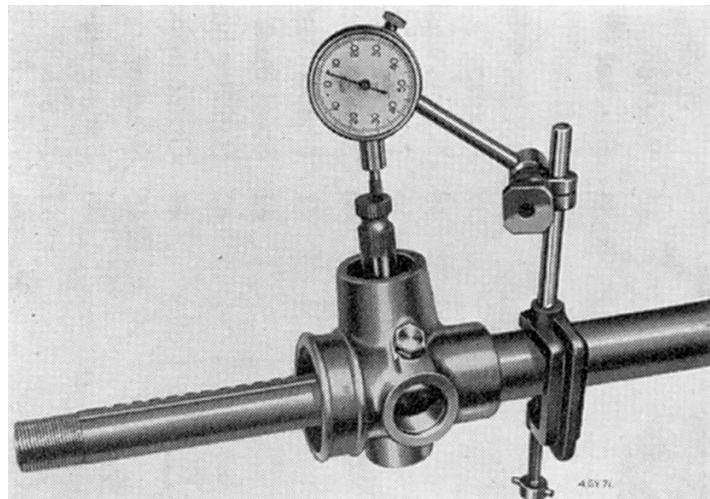

Fig. 17. Mesure du jeu en bout du pignon
1. Assembler la rondelle de butée (14), le coussinet (13), la bague d'arrêt (11) au pignon (15). Introduire l'ensemble dans le boîtier de pignon et fixer le pignon au moyen du circlip (10).
2. Fixer un comparateur sur le tube comme indiqué Fig. 17. Pousser le pignon en butée, et mettre le comparateur à zéro. Lever l'axe jusqu'à ce que la bague d'arrêt touche le circlip et noter l'indication du comparateur qui représente le jeu en bout total de l'axe de pignon. Enlever le circlip (10) et retirer l'ensemble axe de pignon. Enlever la bague d'arrêt (11) et remplacer le joint torique en caoutchouc.
4. Monter le jeu de cales (12) et la bague d'arrêt (11) sur le pignon. Ré-introduire l'ensemble dans le boîtier et terminer en le bloquant au moyen de la clavette (5) et du circlip (10).